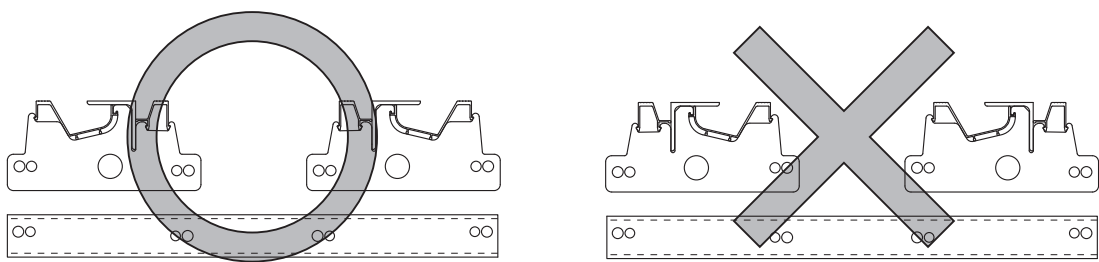

図3-2
- レール本体とレール幅木は正しい向きでないと取付けることができません。組付かない場合は、図をよく確認してレール本体とレール幅木を正しい位置に置いてください。（図3-2参照）